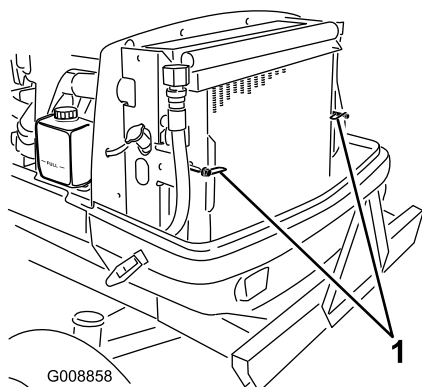

Figure 77
2. Tournez les verrous (Figure 77) qui fixent le refroidisseur d'huile au châssis.